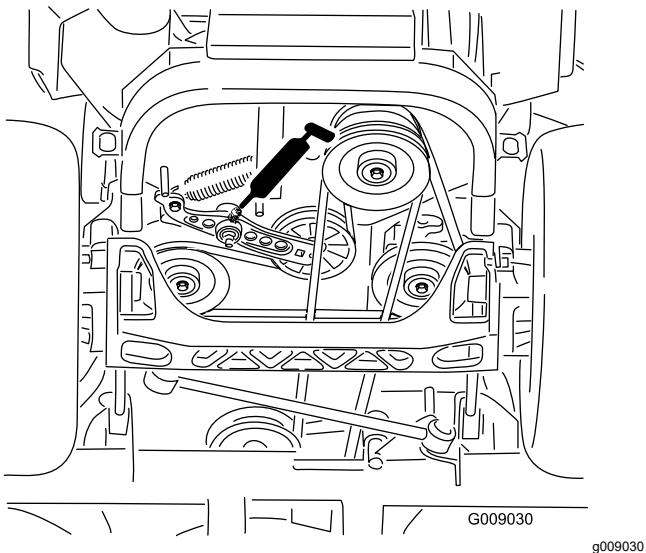

Figura 41
5. Engrase los brazos tensores de la correa de transmisión (Figura 41).